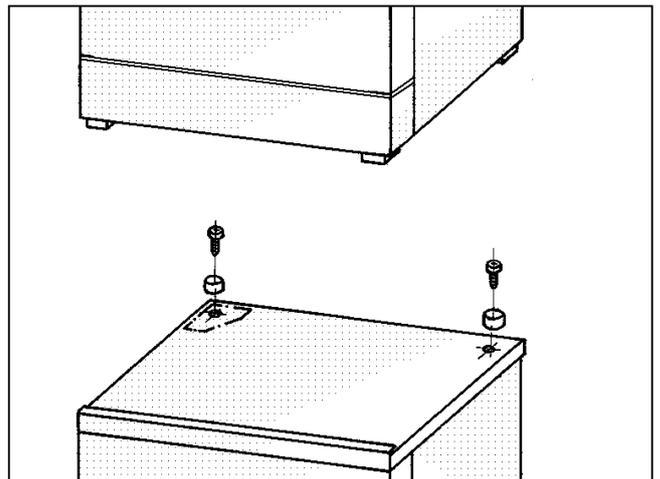

Fig. 8
4. Atornille en el lado superior de la tapa los centrados de los pies con los tornillos y las tuercas suministrados (Fig. 8).